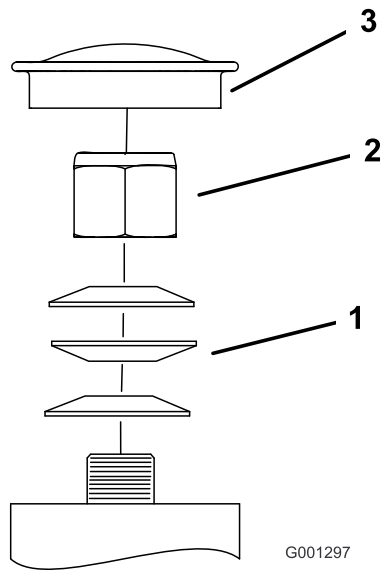

Figure 60
- Retirez le capuchon antipoussière de la roue pivotante et serrez le contre-écrou (Figure 60).
- Continuez de serrer le contre-écrou jusqu'à ce que les rondelles élastiques soient aplaties, puis desserrez-le de 1/4 de tour pour obtenir la précharge correcte des roulements (Figure 60).
Important: Veillez à placer les rondelles comme illustré (Figure 60).
- Remettez le capuchon antipoussière en place (Figure 60).